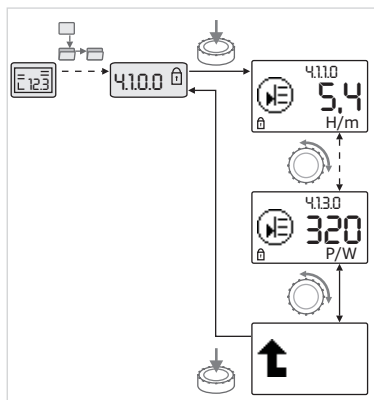

Fig. 39: Pozivanje informacija
- Okretanjem dugmeta za rukovanje podesiti stavke menija „Informacije“ trenutnog podmenija (vidi Fig. 39). Za objašnjenja podešavanja predstavljenih odgovarajućim simbolima, vidi tabelu u poglavlju 8.7 „Pregled stavki menija“ na strani 40.